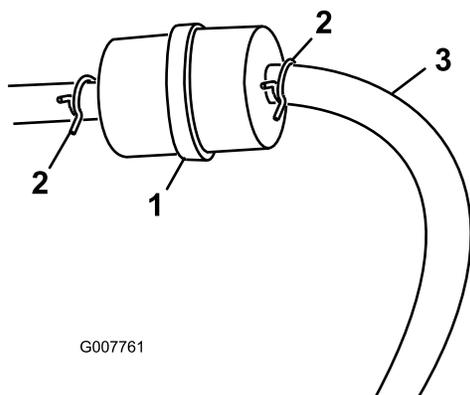

図 24
- 古いフィルタのクランプをゆるめて脇に寄せる(図 24)。
5. 新しいフィルタをホースに取り付け、クランプで固定する（図 24）。
3. 燃料フィルタについているクランプをゆるめ、フィルタからはずらす（図 24）。
4. 燃料フィルタから燃料ホースを抜き取る（図 24）。
注 落ちてくるガソリンをガソリン容器または廃油受けに受ける（図 24）。
5. フィルタに燃料ホースをつなぎ、クランプで固定する。（図 24）。